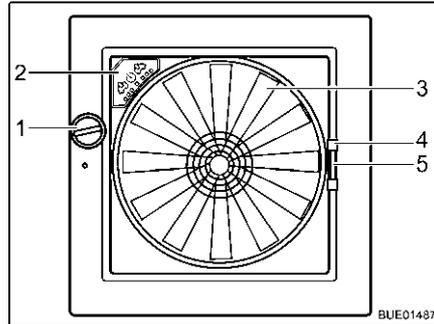

Fig. 116 Lanterneau Omni-Vent
**Ouvrir :** ■ Tourner le bouton rotatif (Fig. 116,1) jusqu'à ce que l'angle d'ouverture désiré soit atteint.
**Fermer :** ■ Tourner le bouton rotatif (Fig. 116,1) jusqu'à ce que le lanterneau soit entièrement fermé.
**Fermer :** ■ Tirer la moustiquaire par la poignée (Fig. 116,4) vers le côté de cadre opposé.
**Fermer :** ■ Presser la poignée (Fig. 116,5) du dispositif occultant.
**Ventilateur** Quand le lanterneau est ouvert, l'intérieur peut être aéré avec un ventilateur à 6 niveaux de puissance (Fig. 116,3). La commande du ventilateur s'effectue sur son panneau de commande (Fig. 116,2).